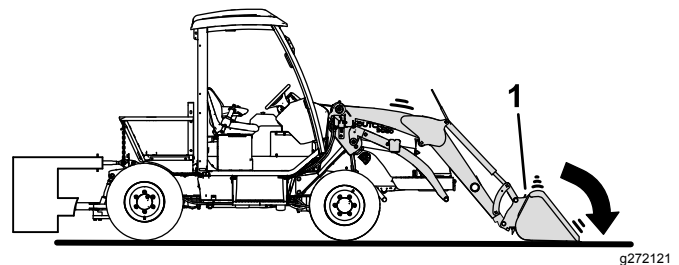

Bild 44
2. Entlasten Sie die Hubarme, indem Sie das Anbaugerät am Lader leicht nach vorne kippen und auf den Boden absenken (Bild 44).